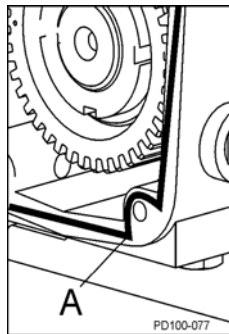

Figura 96 Posicionamento do vedante
3. Aplique vedante de silicone à parte traseira da caixa de engrenagens. (A fita de vedação Gore-Tex[®] pode ser usada em modelos sem silicone.) Coloque a fita dentro dos orifícios dos parafusos. (Figura 96, item A).